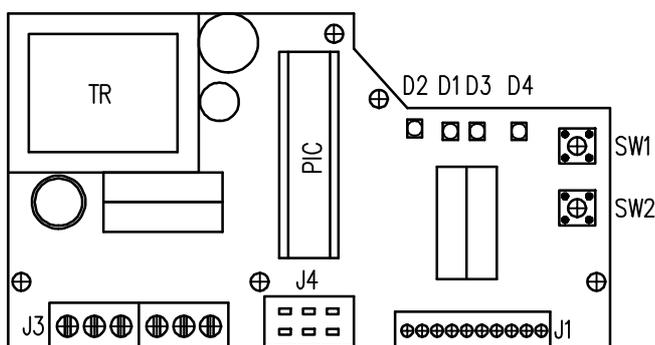

Рис.9
3.1 Настройка регулятора положения (Рис.9)
Размещение устанавливаемых и сигнализирующих элементов на доске регулятора REGADA находится на рис.9: